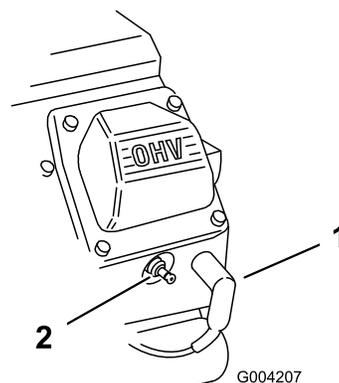

Рисунок 38
- Снимите провода со свечей зажигания (Рисунок 38).
3. Наденьте провода на свечи зажигания (Рисунок 38).